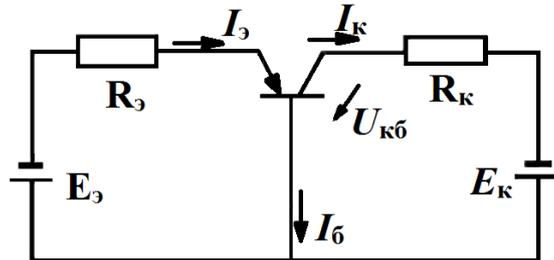

Рис. 2.62. Схема к задаче 8
8. Кремниевый транзистор $p-n-p$ -типа включен по схеме рис. 2.62 и работает в активном режиме. $R_3 = 0,5 \text{ кОм}$, $R_6 = 25 \text{ кОм}$, $R_K = 4 \text{ кОм}$, $E_3 = 2 \text{ В}$, $E_K = 16 \text{ В}$; $\alpha = 0,98$; $I_{K0} = 0$.